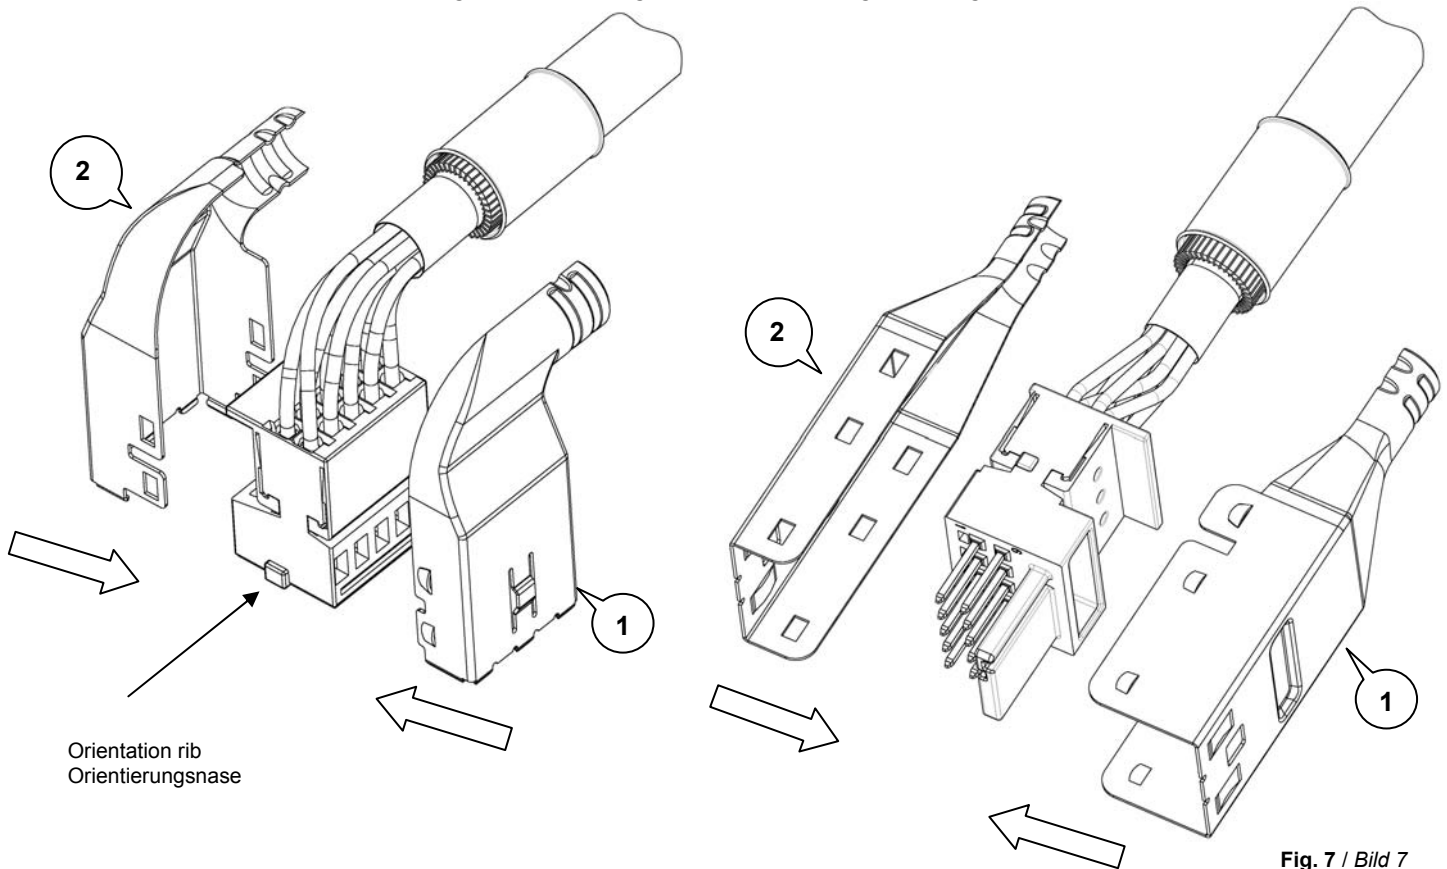

Fig. 7 / Bild 7
- Shielding cover 1 will be prefixed on the pre-mounted unit as shown in fig. 7. **Make sure that no conductor jam is created between the both shield halves and the wirebundle is not drilled.**
Die Abschirmkappe 1 wird über die vormontierte Einheit wie auf Bild 7 dargestellt geschoben. Es ist darauf zu achten daß keine Leitungen zwischen den Abschirmkappenhälften eingeklemmt werden und das Leitungs­bündel nicht verdreht ist.